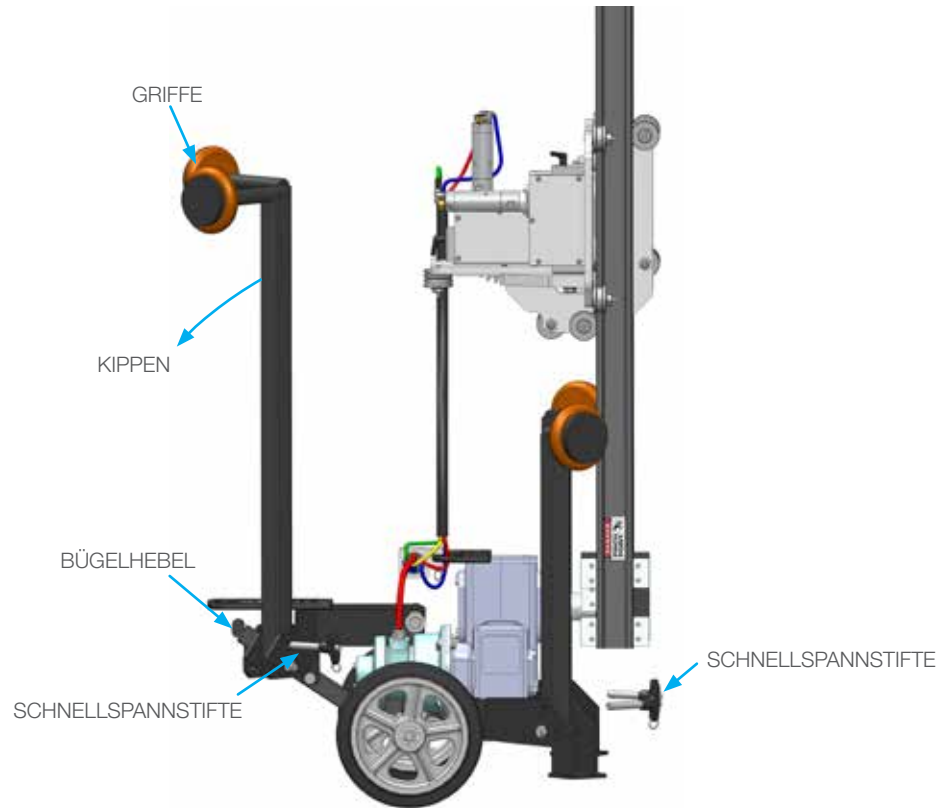

ABBILDUNG 1
1. Drücken Sie den Bügelhebel nach oben, verwenden Sie die längeren Füße als Griffe, kippen Sie den Striker und rollen Sie ihn an seinen Standort. Sobald er sich am Standort befindet, ziehen Sie die 4 Schnellspannstifte aus den Fußbaugruppen heraus. **(Abbildung 1)**